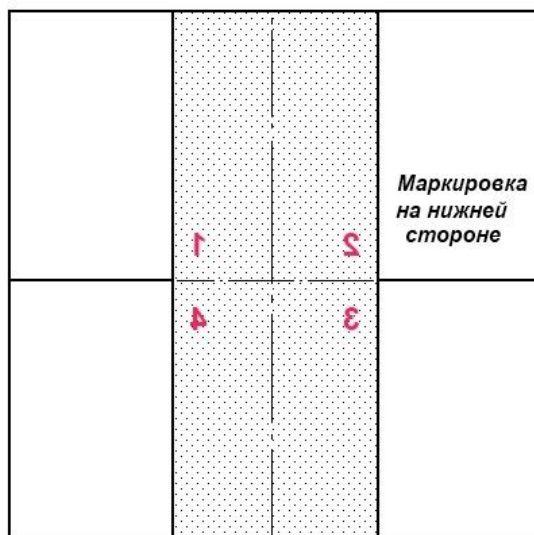

Рис.2
3.1.3. Уложить на полученную конструкцию фанерный щит толщиной 30 мм. в соответствии со схемой (*рис.2*), при этом следить за маркировкой углов на нижней стороне щитов (маркировка углов должна совпадать с маркировкой предыдущего слоя)